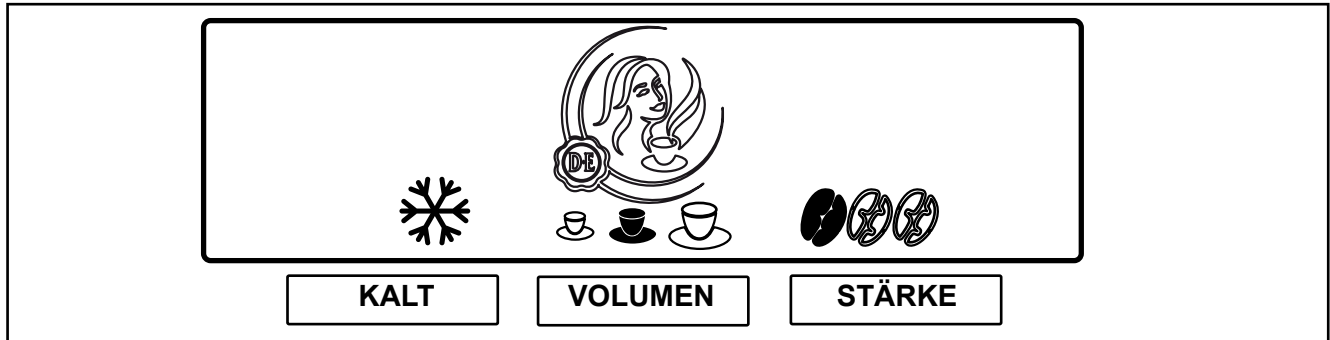

Abb. 15
Ihr Gerät verfügt über Vorwahl-Möglichkeiten. Bei der Installation hat der Service-Techniker eventuell diese Vorwahl-Möglichkeiten aktiviert. Bei Auswahl der Vorwahl-Taster werden die folgenden Vorwahl-Möglichkeiten im Display angezeigt (Abb. 15):
2. Drücken Sie den **KALT**-Vorwahl-Taster, um diese Vorwahl zu aktivieren. Das Symbol für **KALT** wird angezeigt. (Abb. 15)
2. Drücken Sie den **VOLUMEN**-Vorwahl-Taster, um diese Vorwahl zu aktivieren. Drei Tassensymbole (klein - mittel - groß) werden angezeigt. (Abb. 15)